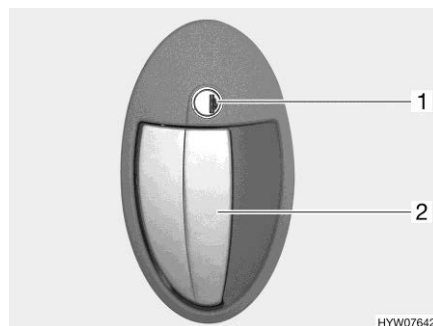

Fig. 51 Serratura della porta (porta di ingresso, lato esterno)
- Inserire la chiave nel cilindro della serratura (Fig. 51,1) e ruotare in senso orario, fino a quando la serratura della porta si sblocca.
- Tirare la maniglia della porta (Fig. 51,2). La porta è aperta.
- Inserire la chiave nel cilindro della serratura (Fig. 51,1) e ruotare in senso antiorario, fino a quando la serratura della porta si blocca.